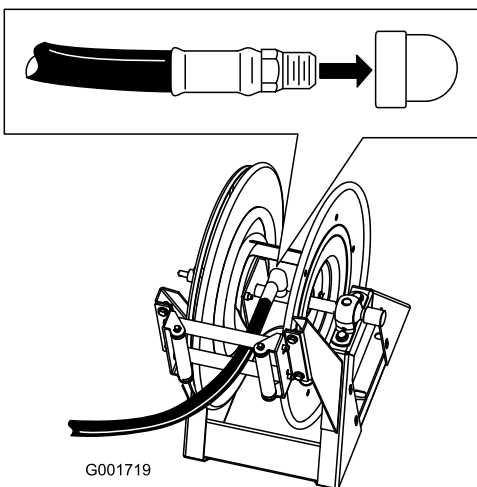

図 13
1. 長いホースのフィッティングのねじ山部分にテフロン (Teflon®) テープを巻き、フィッティングをリールの接続チューブに取り付ける (図 13)。